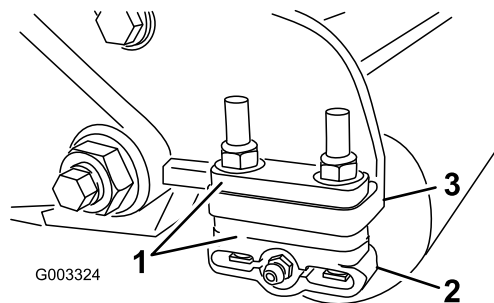

Figura 14
1. Ajuste os suportes do rolo traseiro (Figura 14) na altura desejada do limite de corte posicionando a quantidade necessária de cunhas por baixo da flange de montagem da placa lateral (Figura 14) de acordo com o quadro de altura de corte.